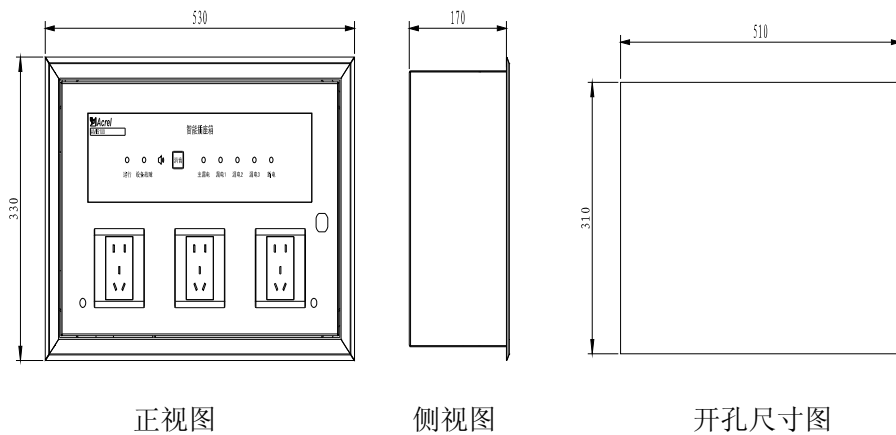

图 2 AMIS100-J3 (B) 型智能插座箱外形与开孔尺寸
5.1.1 AMIS100-J3 (B) 型智能插座箱外形与开孔尺寸（单位：mm）如图 2 所示。